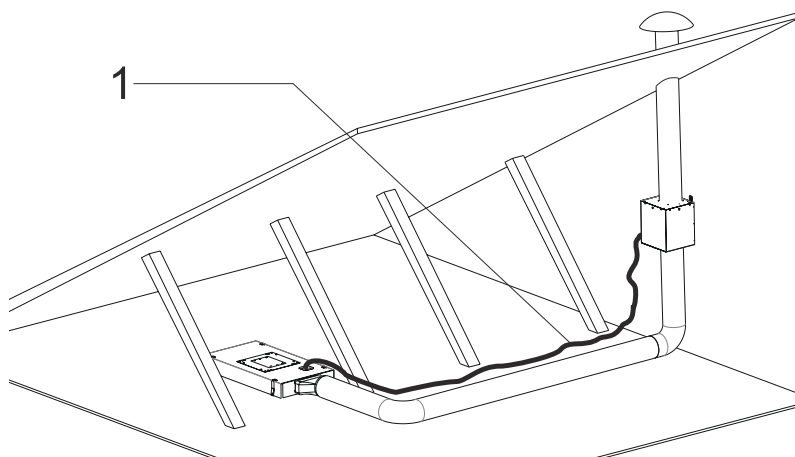

Fig. 20
- 5. ➔ Tilslut nu det 8m. lange kabel til emhætte kabinettet og motor kabinettet for at sikre forbindelse ml . disse. (Fig. 20).